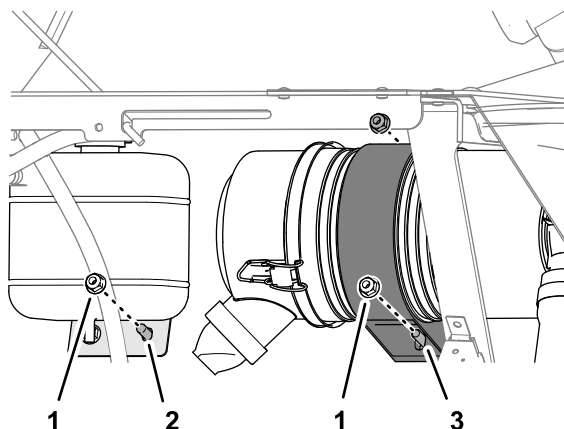

Рисунок 169
3. Установите кронштейн модема на правую панель опоры сиденья и крепление воздухоочистителя (Рисунок 168 и Рисунок 169) с помощью 2 болтов с фланцевыми головками (5/16 x 1 дюйм) и 2 фланцевых контргайк (5/16 дюйма), снятых при выполнении действий, описанных в разделе Подготовка машины \(страница 80\).
4. Установите кронштейн модема на правую панель опоры сиденья и кронштейн бачка охлаждающей жидкости (Рисунок 168 и Рисунок 169) с помощью колпачкового винта (5/16 x 3/4 дюйма) и фланцевой контргайки (5/16 дюйма).